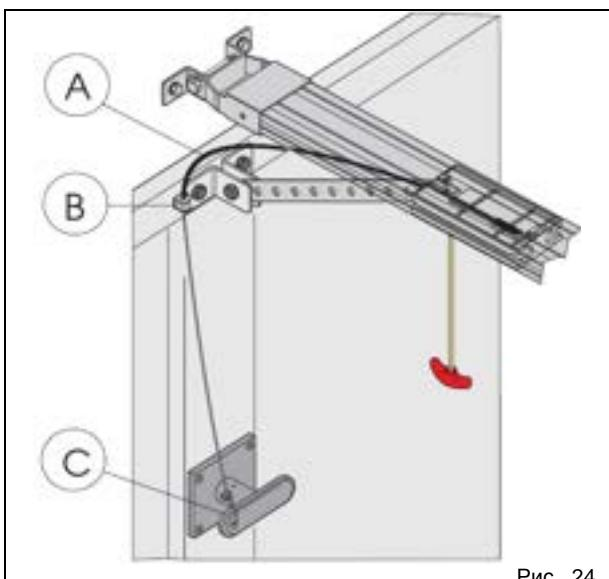

Рис. 24
- 1) Обрезать защитную трубку тросика до нужного размера (рис. 24, поз. A).
- 2) Протянуть тросик через защитную трубку и через ушко крепления (рис. 24, поз. B).
- 3) Конец тросика обрезать до нужной длины и привязать к рычагу отпирающего устройства с внутренней стороны ворот (рис. 24, поз. C).